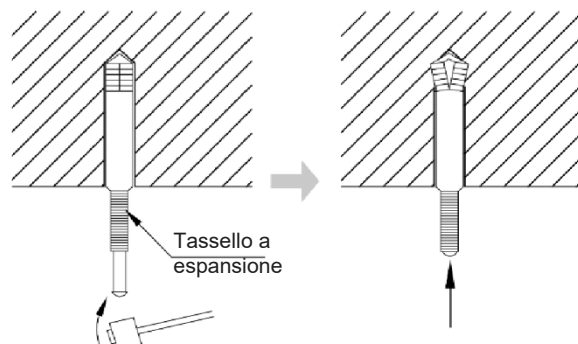

Fig. 4
- 2) Inserire il tassello a espansione M10 nel foro, quindi inserire il bullone nel tassello, come illustrato nella Fig. 4.